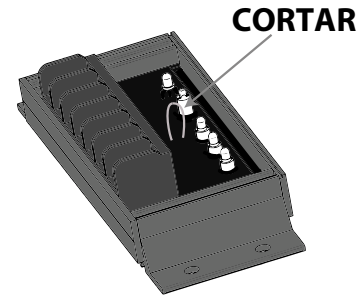

Figura 2d. Cortar el bucle de selección de regulación de carga.
3. Se verá un bucle de conductor sobresaliendo del sellante de epoxi. Para cambiar el método a conmutación lenta cortar con un alicate el conductor del bucle. Véase Figura 2d.